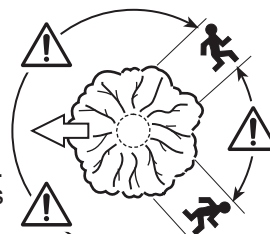

Fig.28
3. Avant le début de la coupe, il est indispensable de prévoir un itinéraire de retraite et de dégager tous les obstacles. L'itinéraire de retraite doit être dirigé vers l'arrière, en diagonale, du côté opposé à la direction de chute supposée (Fig. 28).